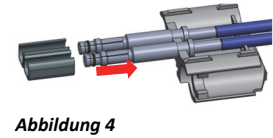

Abbildung 4
- Die Kontakte in die untere Hilfsstütze schieben (Abbildung 4).